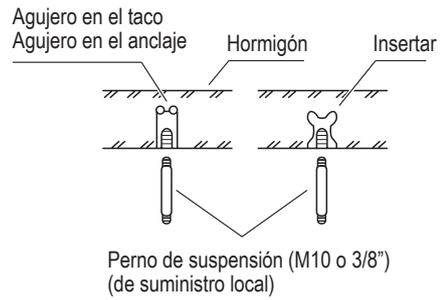

Fig. 1-1
- (1) Fijar firmemente los pernos de suspensión en el techo usando el método mostrado en los diagramas (Figs. 1-1 y 1-2), anclándolos a la estructura de soporte del techo, o por cualquier otro medio que asegure que la unidad quedará firme y seguramente suspendida.